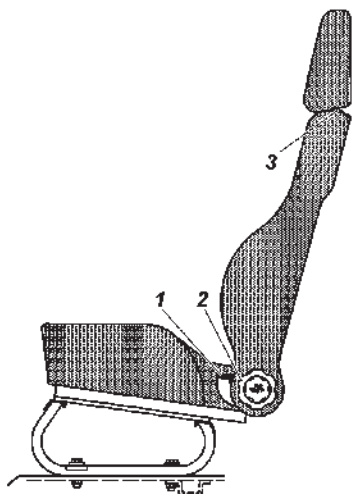

Рис. 3.10. Переднее сиденье:
– вниз также усилием руки, но при нажатой кнопке 3 (рис. 3.10) фиксатора подголовника.
Регулировка **передних сидений** в продольном направлении осуществляется с помощью рычага 1 (рис. 3.10):